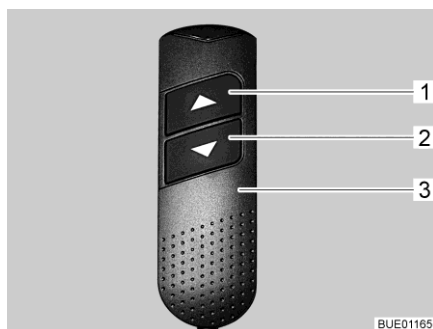

Fig. 100 Elemento de mando (cama elevada)
- En el elemento de mando (Fig. 100,3), pulsar ambas teclas de flecha (Fig. 100,1 y 2) al mismo tiempo y mantenerlas pulsadas hasta que la cama elevada se haya desplazado completamente hacia abajo. Después de soltar las teclas se oirá un pío de confirmación.
- En el elemento de mando (Fig. 100,3), pulsar la tecla de flecha (Fig. 100,2) y mantenerla pulsada hasta que se haya desplazado a la posición final inferior.
- En el elemento de mando (Fig. 100,3), pulsar la tecla de flecha (Fig. 100,1) y mantenerla pulsada hasta que se haya desplazado a la posición final superior.
- Con las teclas de flecha (Fig. 100,1 ó bien 2), desplazar la cama elevada brevemente en la dirección opuesta.